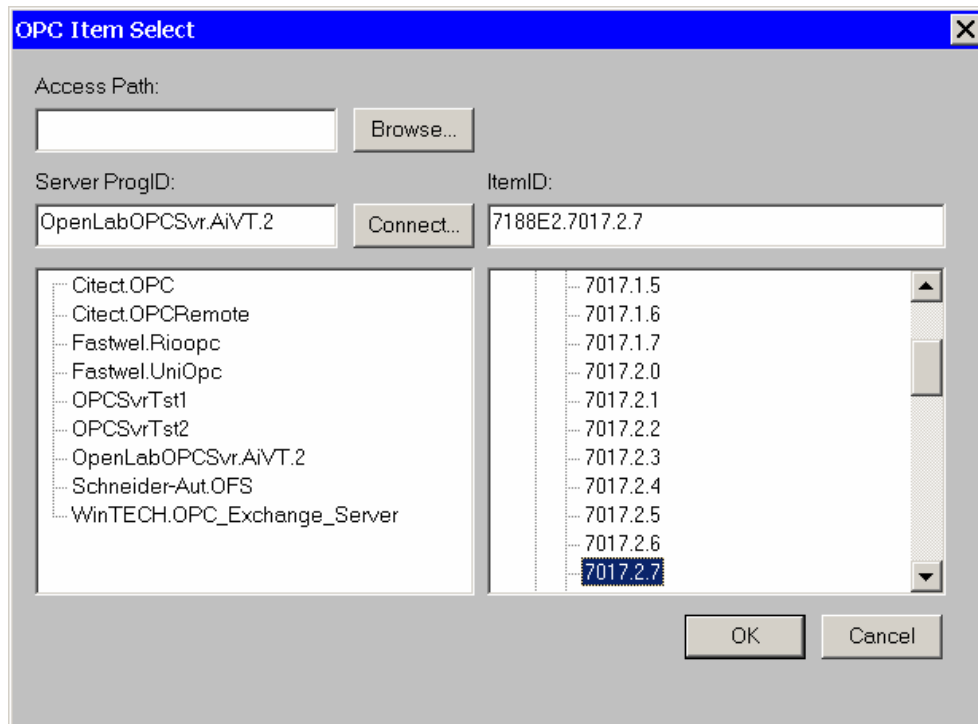
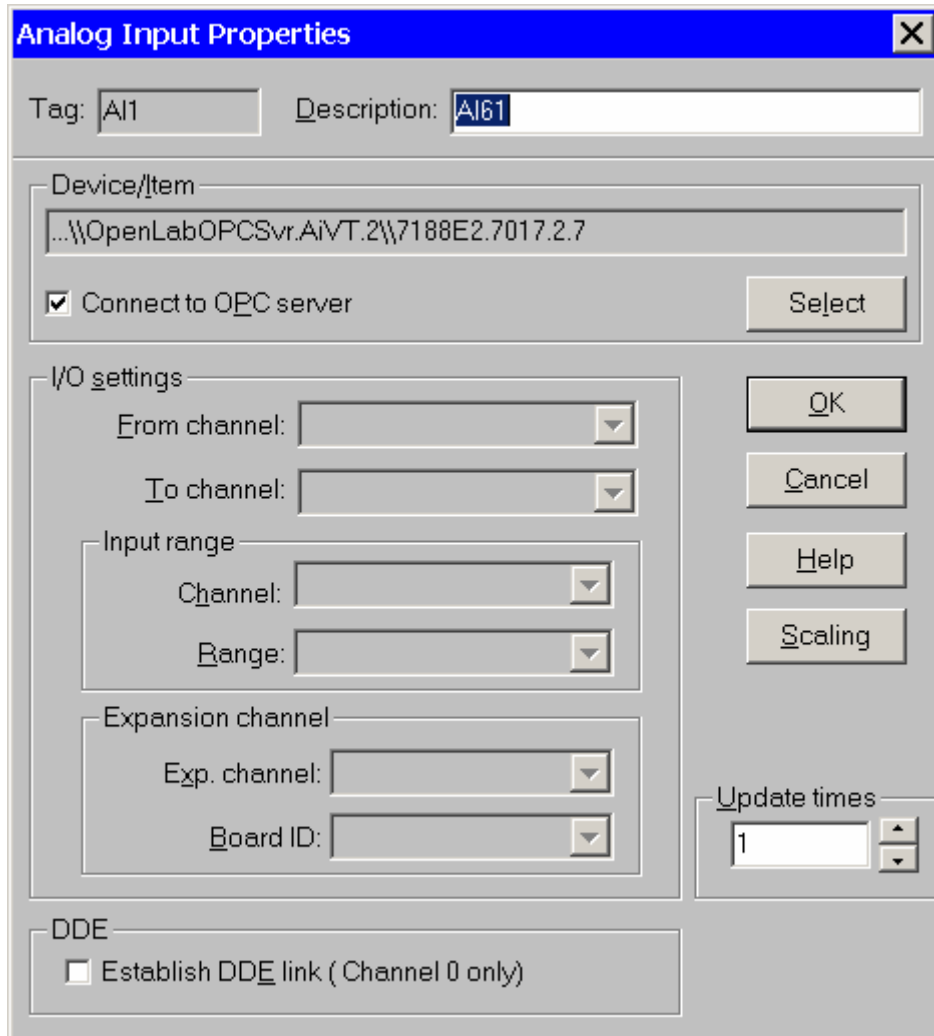

Рис. 5.13. Диалоговое окно выбора параметров OPC-сервера
Рис. 5.14. Диалоговое окно конфигурирования блока аналогового ввода
4. *Четвертое действие.* В окне редактора задач на панели инструментов выберите кнопку (пиктограмму) с мнемоникой **AI** и перетащите ее в окно редактора задач. При этом в окне редактора задач появится блок аналогового ввода с позиционным обозначением **AI1** (см. занятие 1, рис. 4.9). Произведите двойной щелчок левой кнопкой мыши над блоком аналогового ввода и появится диалоговое окно его настройки. Введите в этом окне в поле **Description:** значение **AI61** (последние две цифры означают следующее: 6 — номер рабочей станции, возможный диапазон номеров 1...6, а 1 — номер аналогового входа на рабочей станции, возможный диапазон номеров 1...3). Для выбора источника аналогового сигнала — OPC-сервера — следует включить флажок **Connect to OPC Server**. Далее нажмите кнопку **Select**, в появившемся окне диалога **OPC Item Select** выберите сервер **OpenLabOPCSrv.AiVT.2**, нажмите кнопку **Connect...**, откройте **OpenLabOPCSrv.AiVT.2** и **7188E2**, выберите **7017.2.7** и нажмите кнопку **OK** (рис. 5.13). Тем самым, для подключения аналогового сигнала было выбрано гнездо 1 **Внешние цепи** аналогового вычислительного комплекса (АВК) рабочей станции №6 (см. приведенный ранее рис. 5.3). Диалоговое окно конфигурирования блока аналогового ввода приобретает вид, представленный на рис. 5.14. Для сохранения значений параметров блока аналогового ввода нажмите кнопку **OK**.